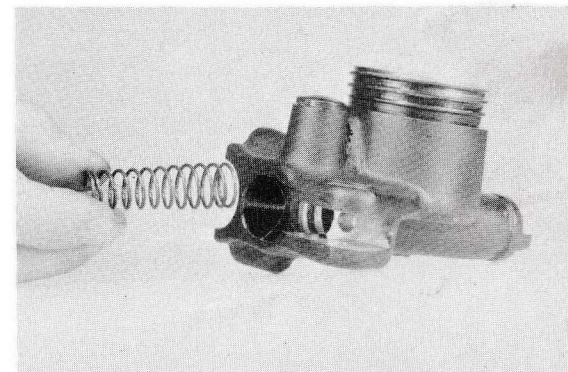

Fig. 3-3-44
- b) Sätt in fjädern i huvudcylindern. (Se Fig. 3-3-44)
- b) Fjederen indsættes i hovedcylindern. (Fig. 3-3-44)